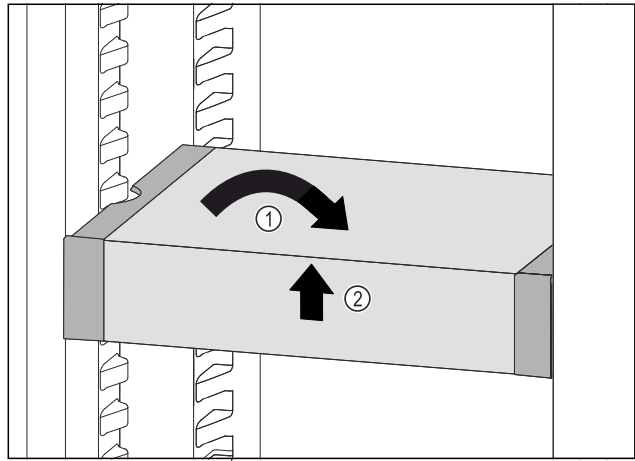

Fig. 120
- ▶ Вирівняти VarioSafe. Fig. 120 (1)
- ▶ Підняти VarioSafe спереду. Fig. 120 (2)